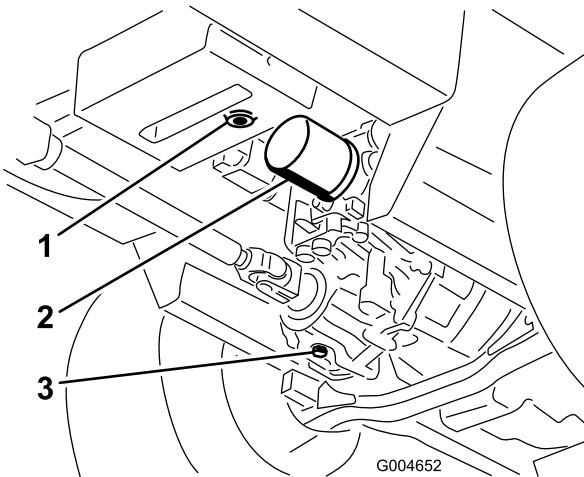

Figura 71
- Coloque un recipiente grande debajo del depósito de aceite hidráulico y el alojamiento de la transmisión y retire los tapones; deje que se vacíe todo el aceite hidráulico (Figura 71).
- Limpie la zona alrededor del filtro de aceite hidráulico y retire el filtro (Figura 71).